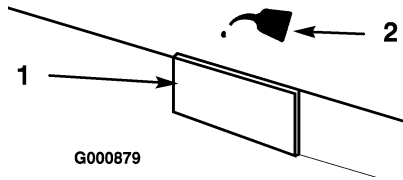

Figura 26
- C. Empape el filtro con aceite de motor limpio. (Figura 26) Apriete el filtro para eliminar el exceso de aceite.